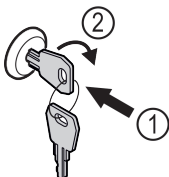

Fig. 87 Przykładowa prezentacja
- ▶ Włożyć kluczyk Fig. 87 (1).
- ▶ Przekręcić kluczyk o 90° w prawo Fig. 87 (2).